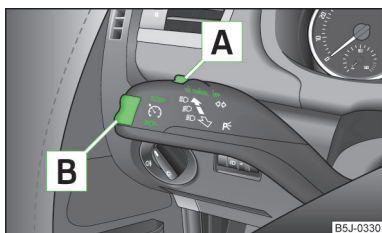

Fig. 98
- Pulse el conmutador **A** » fig. 98 a la posición **ON**.
- Presione el balancín **B** » fig. 98 de la página 119 a la posición **RES**.
- La velocidad memorizada se puede **reducir** presionando el balancín **B** » fig. 98 de la página 119 en la posición **SET**.
La velocidad también se **desconecta temporalmente**, pulsando el interruptor **A** » fig. 98 de la página 119 en la posición de suspensión elástica **CANCEL** o bien el pedal de freno o de embrague.
- Pulse el conmutador **A** » fig. 98 de la página 119 desplazándolo hacia la derecha a la posición **OFF**.